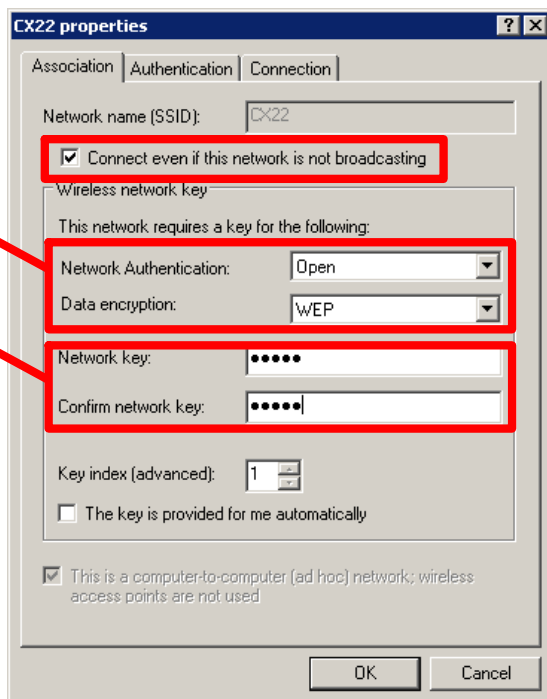

Abb. 7.8 Verschlüsselung und Netzwerkschlüssel eingeben
8. Wir empfehlen, für das Netzwerk eine Verschlüsselung festzulegen, auch wenn bei Adhoc-Netzwerken nur das wenig sichere WEP möglich ist: Geben Sie **Open** bei **Network Authentication** und **WEP** bei **Data encryption** ein (Abb. 7.8).
Der Netzwerkschlüssel muss aus entweder 5 oder 13 ASCII-Zeichen bestehen. Ein längerer Schlüssel ist theoretisch sicherer, eine wirklich sichere Verbindung ist zurzeit aber nur bei WPA2 gegeben. Diese Verschlüsselungsart steht allerdings für Adhoc-Netzwerke nicht zur Verfügung (Abb. 7.8).